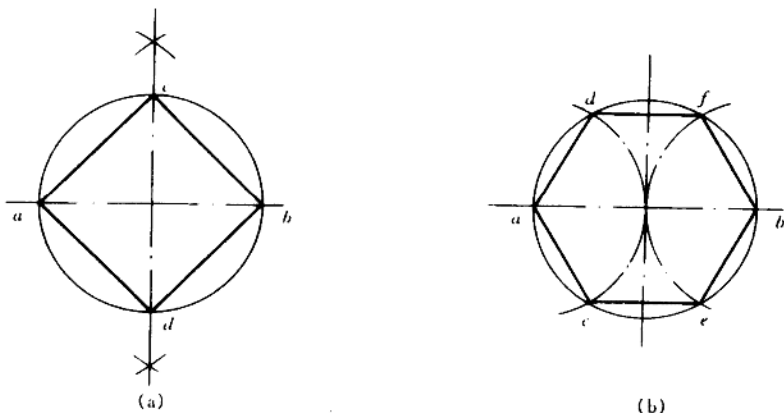

图 2-9 正多边形划法
①在已知圆内划正方形 通过已知圆的圆心划互相垂直的中心线，与圆周相交于 a 、 b 、 c 、 d 四点，依次连接四点，即得圆内接正四边形，如图 2-9 (a) 所示。
②在已知圆内划正六边形 在圆内划出与要求边平行的中心线，交圆周于 a 、 b 两点；以 a 、 b 为圆心，圆的半径为半径划圆弧，分别交圆周于 c 、 d 、 e 、 f ；连接 ad 、 df 、 fb 、 be 、 ec 、 ca ，即得圆内接正六边形，如图 2-9 (b) 所示。
(5) 圆弧的划法